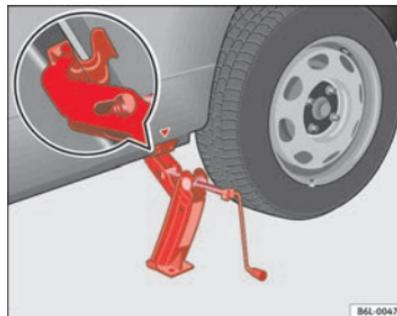

Abb. 129 Wagenheber
- Richten Sie den Wagenheber so aus, dass seine Klaue den Steg des Unterholms umfasst und die bewegliche Grundplatte plan auf dem Boden aufliegt ⇒ Seite 221, Abb. 129.